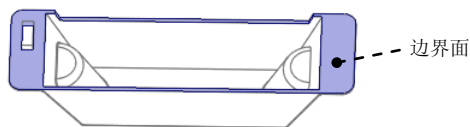

图 12.35 定义边界面
(4) 按住 Shift 键依次选取图 12.35 所示的加亮曲面为“边界面”。选取完成后，整个模型内表面被加亮，如图 12.36 所示。